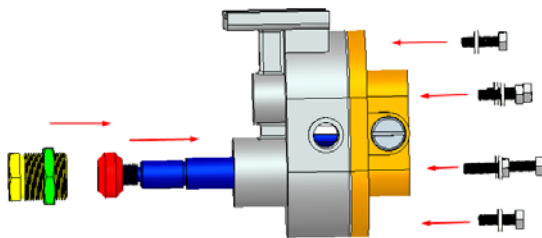

图 8-28 快照动画
- 快照  快照：快照是模拟从无到组件组装完成的整个过程动画，称为零件组装动画，如图 8-28 所示。